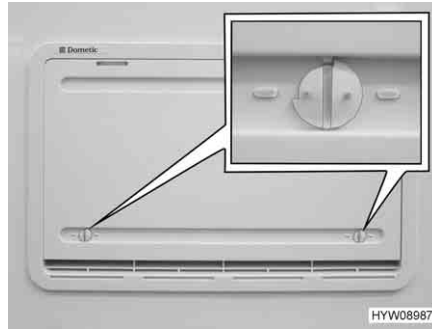

Fig. 193 Cubierta de invierno
Si el frigorífico ha de funcionar a temperaturas exteriores bajas, el fabricante recomienda la utilización de una cubierta de invierno (Fig. 193) para las rejillas de ventilación del frigorífico.
- Abrir ambos bloqueos (Fig. 193) (la ranura está en posición horizontal).